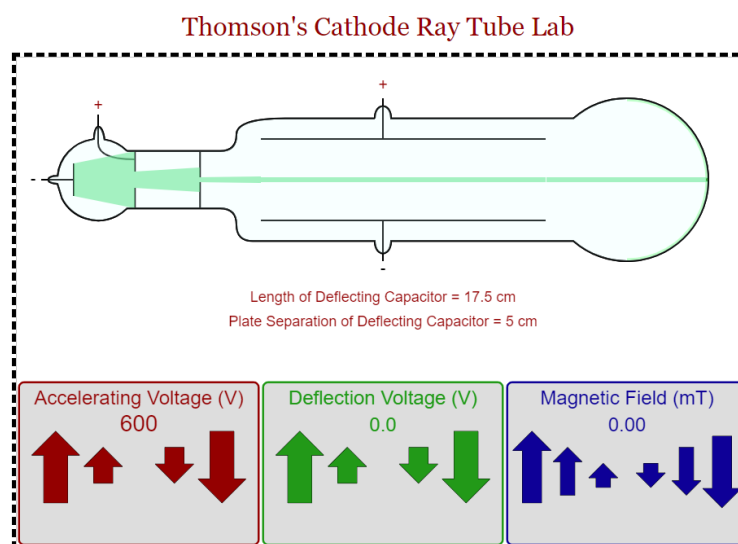

Figura 1. Simulador *Thomson's cathode ray tube lab*.
- Abra el simulador **Thomson's cathode ray tube lab**, pulse el botón *Begin* y observe que existen tres parámetros (figura 1) con los que se modifica la trayectoria del haz de rayos catódicos:
- Fije el potencial de aceleración (**V**_{ac}) en 600 [V] y los otros dos parámetros en cero, como lo muestra la figura 1.
1. A partir de la posición del simulador como lo muestra la figura 1, ajuste la diferencia de potencial de desviación (**Vdef**) a 100 [V] con las fechas verdes.